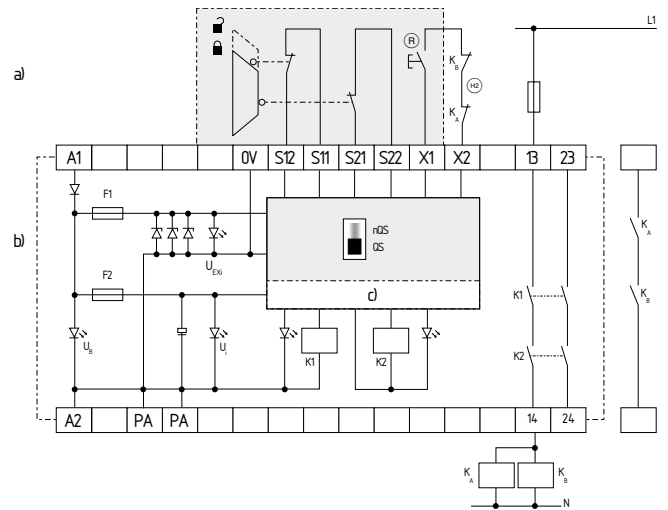

Fig. 6
L'exemple illustre un câblage à deux canaux d'une surveillance de protecteur avec deux interrupteurs de position, dont un à contact à manoeuvre positive d'ouverture; avec interrupteur de réarmement externe (R) (voir Fig. 6)
- (R) = Boucle de retour